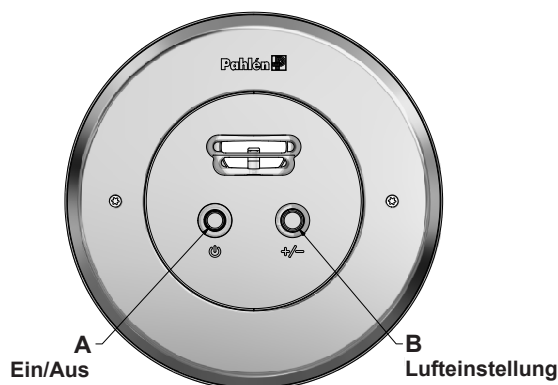

Bild 2. Front (Classic)
- Starten Sie den Strahlstrom mit dem Drucktaster (A Bild 2).
- Die Luftbeimischung kann mit dem Drehregler (B) eingestellt werden.
- Schalten Sie den Strahlstrom mit dem Drucktaster (A Bild 2) aus.